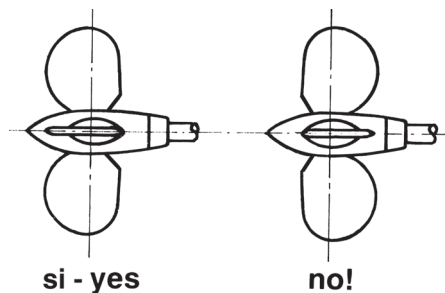

Fig. 5
- D) Orientate le pale nella loro posizione di bandiera (cioè perfettamente allineate con l'asse del corpo dell'elica), facendo attenzione che il loro profilo sia come quello mostrato in Fig.5
*Move the blades into the feathered position, making sure that the rounded trailing edges of the blades are aft as shown in Fig. 5*
- In posizione di bandiera le pale devono essere perfettamente allineate ed orientate come in Fig. 5
- *In the feathered position the blades must be perfectly lined up and set like Fig. 5*